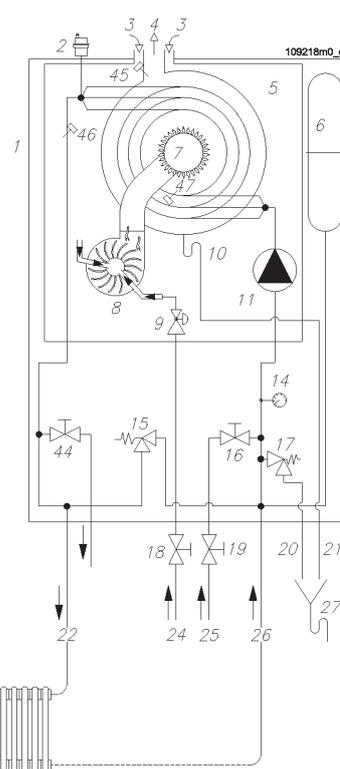

Рис.3 Гидравлическая схема
- NOVADENS - "C" Этот котел используется только для отопления с нагревательными элементами (радиаторами или с системой "теплый пол") с температурой от 30°C до 80°C. Пример такой установки показан на рис.3. В этом случае возможно также подсоединение бойлера BWR
- NOVADENS -- C0834. с этим котлом можно выполнить установку для системы отопления с нагревательными элементами, работающими при температуре от 20°до 45°C. пример этого выполнения на рис. 3. В этом случае возможно также подсоединение бойлера BWR.